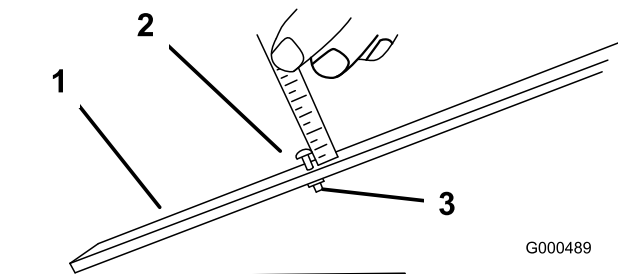

図 13
1. ゲージバーのナットをゆるめ、調整ねじを希望の刈り高に合わせる(図 13)